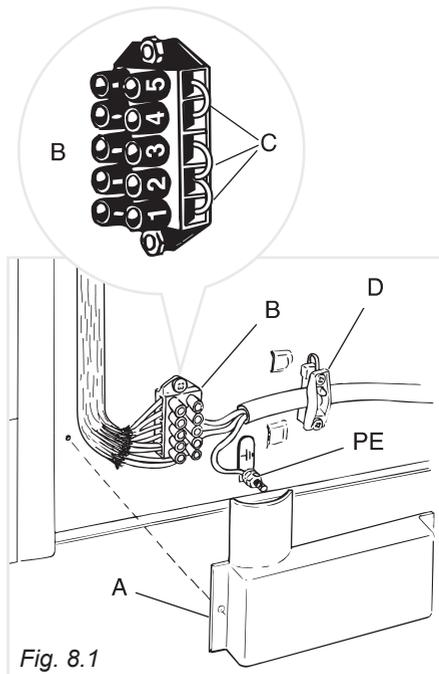
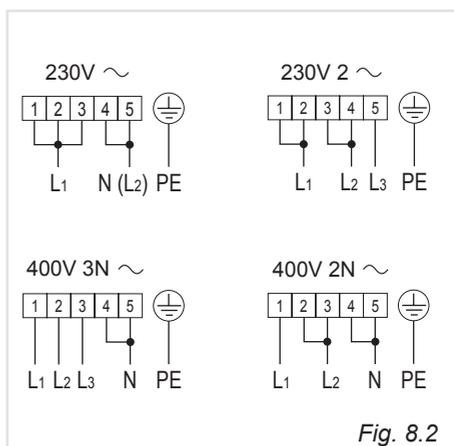

Fig. 8.1
Fig. 8.2
- Svitare le viti di fissaggio della protezione "A" dietro la cucina (Fig. 8.1).
- Posizionare i cavallotti "C" sulla morsettiera "B" (Fig. 8.1) secondo gli schemi di fig. 8.2.
- Infilare nel fissacavo "D" il cavo di alimentazione (Fig. 8.1) di sezione adeguata come descritto nel capitolo "Sezione dei cavi di alimentazione".
- Collegare i cavi alla morsettiera "B" secondo gli schemi della figura 8.2 o i cavi di fase e neutro alla morsettiera "B" ed il cavo di terra al morsetto "PE" (Fig. 8.1 - 8.2).